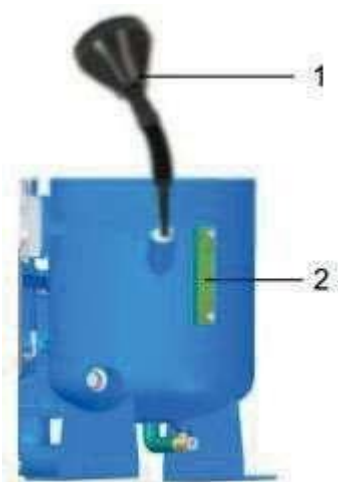

Рис. 34: Заправочный патрубок
6. → С помощью воронки (Рис. 34 поз. 1) залейте масло до середины смотрового стекла (Рис. 34 поз. 2).